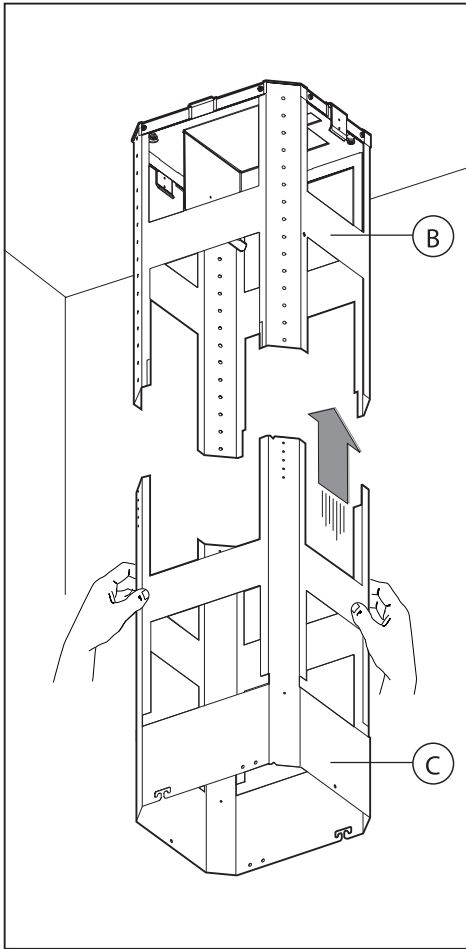
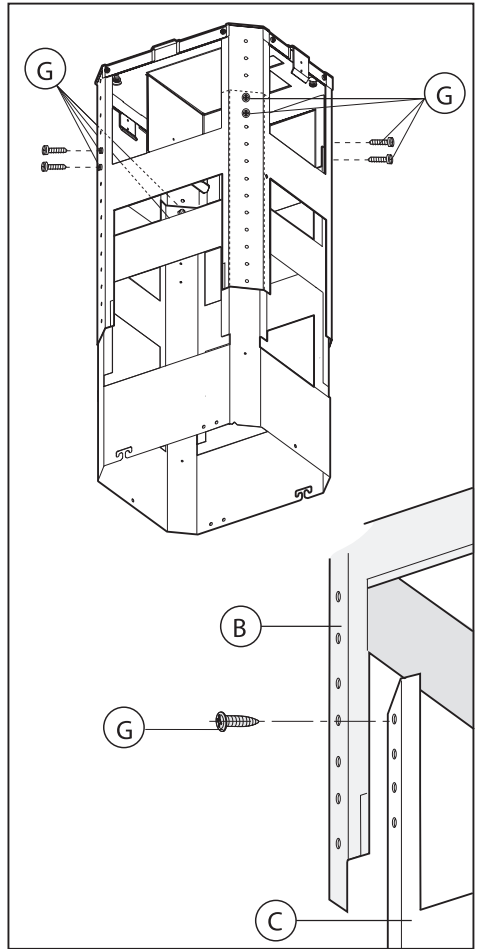

Fig.5
Fig.6
-Prendere la parte inferiore della struttura telescopica **C** ed inserirla su quella superiore **B** (Fig.5). Regolare l'altezza desiderata facendo riferimento alle quote indicate in (Fig.15) e bloccarla mediante le 8 viti **G** in dotazione (Fig.6).